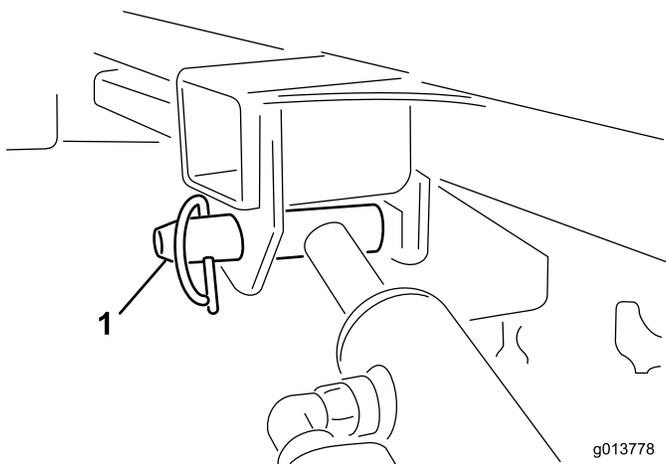

图51
11. 用一只手抓住提升油缸。用另一只手拆下提升油缸的锁定销（图51）。